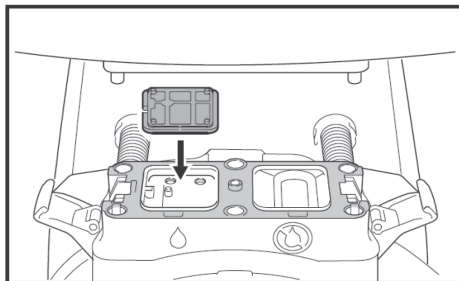

Рис. 25
Очистите посадочное место от возможных загрязнений и вставьте фильтр в посадочное место (рис. 25).
5. При необходимости, используем фильтр (рис. 25) и сменные решётки (рис. 27-29).